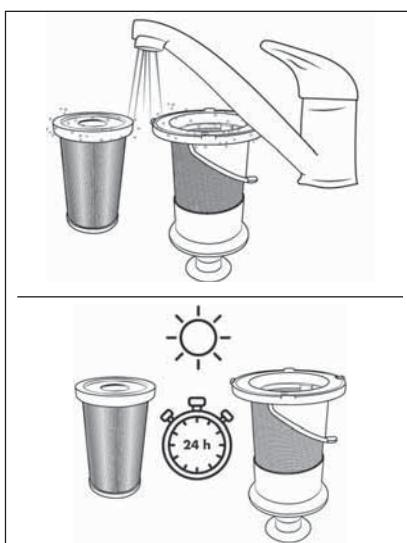

Fig. 25
- Skyl EPA-filteret 5 og filteret af rustfrit stål 6 under koldt eller lunkent vand. Lad EPA-filteret 5 og filteret af rustfrit stål 6 lufttørre fuldstændig, før du sætter dem ind i smudsbeholderen 7 igen (se fig. 25).